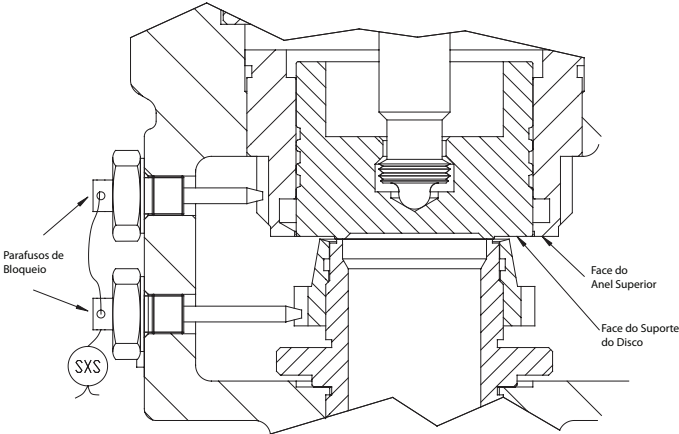

Figura 02
- As posições dos anéis de regulação superior (07) e inferior (03) são travadas pelos respectivos parafusos de bloqueio (05) (04). Esses parafusos são rosqueados no corpo da válvula e se encaixam nos respectivos entalhes dos anéis. Para ajustar os anéis, o parafuso correspondente precisa ser removido. Para girar o anel, use uma chave de fenda inserida no orifício do parafuso de bloqueio.
2. Remova os parafusos de bloqueio dos anéis superior e inferior (05) (04).
3. Mova o anel superior (07), de modo que a face inferior fique no mesmo nível da face do suporte do disco (Figura 02).